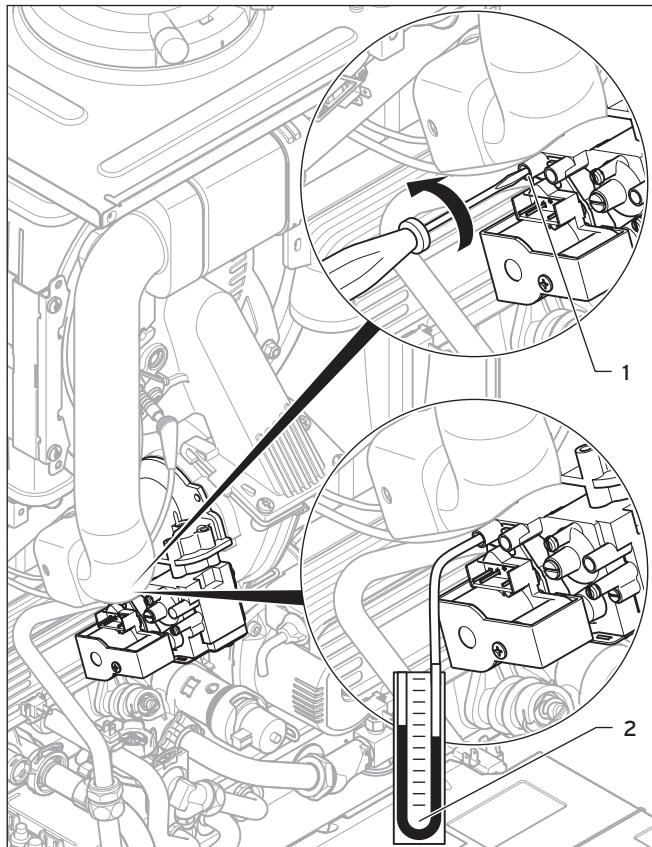

Fig. 2.1 Kontroller gasstilkoblingstrykk
- Bruk en skrutrekker til å løsne tetningsskruen til målenippelen (1) (venstre skru) på gassarmaturen.
- Koble til manometeret (2, fig. 2.1) på målenippelen (1).